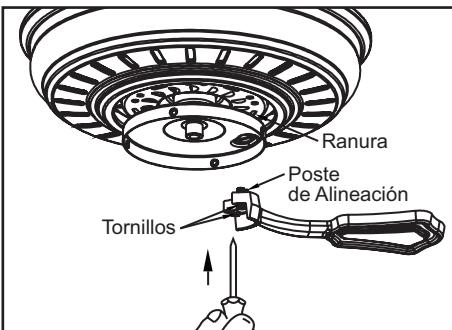

Figura 14
1. Ajusta el soporte del aspa al motor insertando el poste de alineación dentro de la ranura de la parte inferior del motor y aprieta los tornillos del soporte del aspa. Los tornillos del soporte de aspa están previamente instalados en el soporte del aspa (Figura 14).